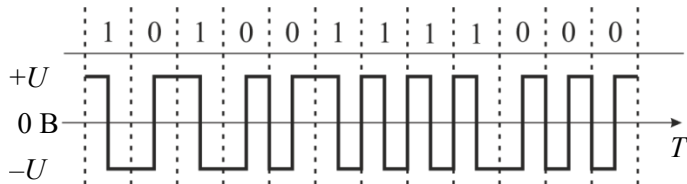

Рис.9. Код Манчестер-2 (МИК)
- логическая «1» передается сменой уровня напряжения  $+U$  В на уровень  $-U$  В (рис.9).